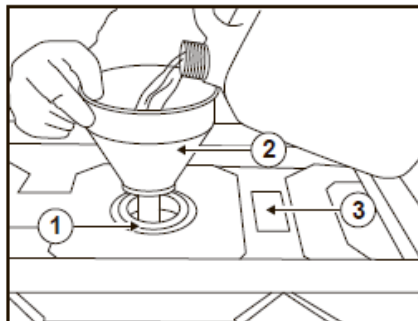

Рис.4
- Встаньте лейку (2) в горловину топливного бака (1) та залейте необходимое количество топлива (Рис. 4);
- Используйте указатель уровня топлива (3) (Рис. 4) на топливном баке для определения максимального уровня топлива.